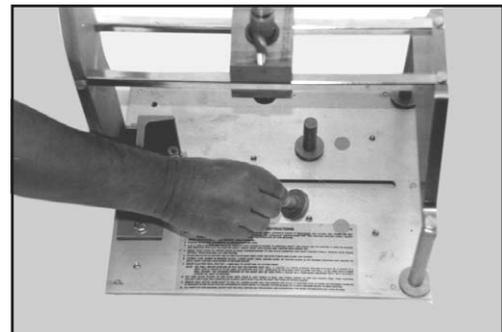

Figura 8
**4.2** Inserte los pernos de guía en los orificios roscados situados en la base del soporte de agujereado, de acuerdo con el diámetro del cabezal lateral y apriete los firmemente con la mano (Figura 8).